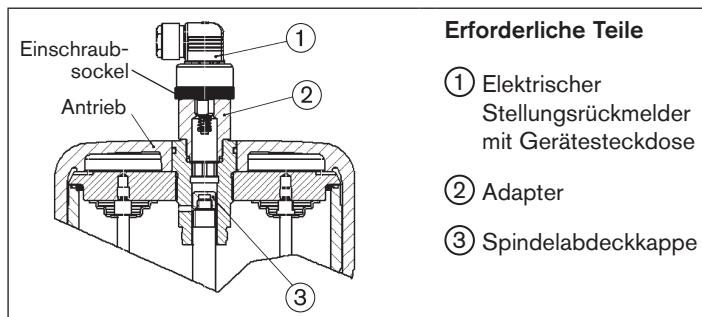

Bild 12: Antriebsgröße 175, 225 (\varnothing in mm) mit elektrischem Stellungsrückmelder
- Klarsichthaube vom Antriebsdeckel (6) abschrauben (Sicherheitshinweise Kapitel „10“ auf Seite 40 beachten!).
- Spindelabdeckkappe (3) anstelle der Stellungsanzeige auf Spindelende aufschrauben (SW14).
- Adapter (2) anstelle der Klarsichthaube auf den Antrieb schrauben (siehe „Bild 12“).
- Elektrischen Stellungsrückmelder (1) in den Adapter (2) schrauben, dabei den Hinweis in Kapitel „10“ beachten.